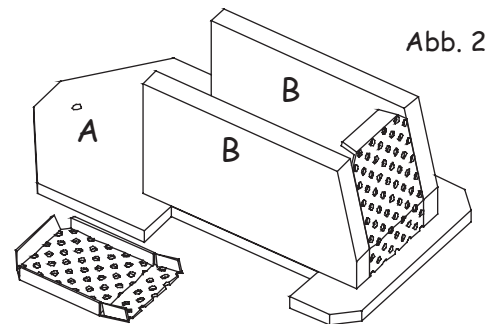

Abb. 2
4. DAS KÜHLERGRILLBLECH (ABB. 2):